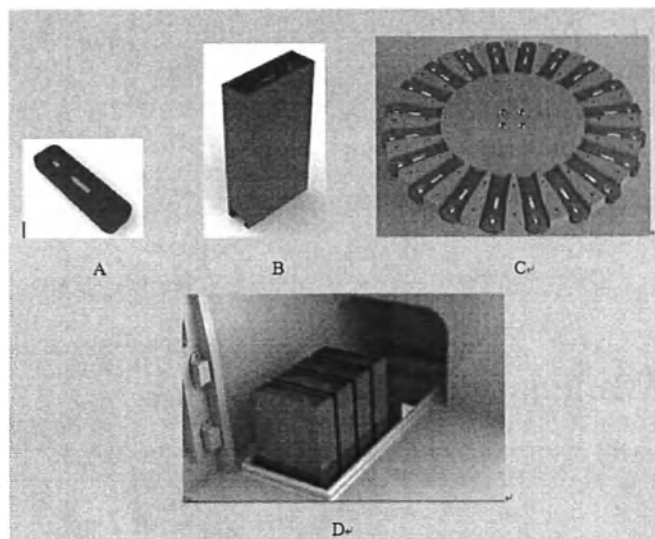

Рисунок 4.5-1 Установка экспресс-тестов в изделие в варианте исполнения Sciendox 2000R
Снарядить экспресс-тестами (А) коробку (В) и установить коробки на лоток камеры для экспресс-тестов (D). На лоток можно поместить 4 коробки с одинаковыми или разными экспресс-тестами. Необходимо следить за тем, чтобы ярлык на коробке был повернут к внешней стороне оборудования. Изделие автоматически разместит экспресс-тесты на диске (С) (рис. 4.5-1).